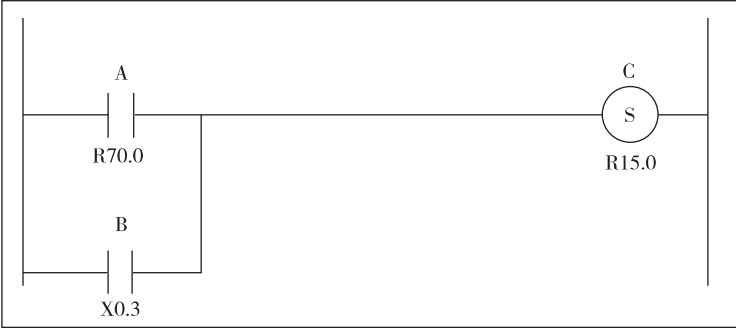

图 9. 1. 13. 1 梯形图
- (2) 将 ST0 和 ST1 中的操作结果进行逻辑或运算，结果送至 ST1，将堆栈寄存器右移一位。
- (3) OR. STK 指令的使用举例参见图 9. 1. 10. 1。
- (1) 指令格式 SET ANNN. B
- (2) 将逻辑操作结果 ST0 与指定地址的内容逻辑或，并将结果输出至相同地址。
- (3) SET 的使用举例参见图 9. 1. 13. 和表格 9. 1. 13. 1。